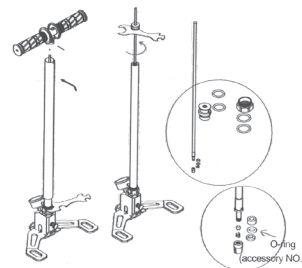

Abb. 7.2
**Abhilfemaßnahmen** (siehe Abb. 7.2):